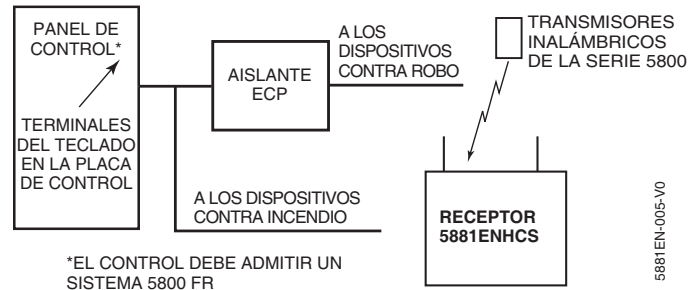

Figura 1. Descripción del sistema del receptor 5881EN
2. Si el receptor se va a montar dentro del gabinete del control (consulte la Figura 1):